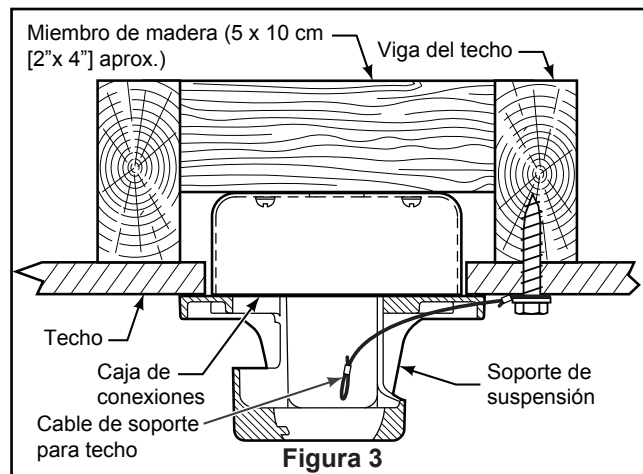

Figura 3
Uso del soporte (Figura 3)
3. Afloje los dos tornillos de fijación del soporte del barral de soporte para techo a través de la varilla. Introduzca los cables de color marrón, azul, rojo, gris, amarillo cables y cable de seguridad a través de la varilla. (Figura 3)
1. Perfore un orificio de 1/4" en la estructura del edificio para evitar grietas con la instalación del tornillo de intervalo. Utilice el tornillo de intervalo de 3/8"x 2" y la arandela plana para fijar el cable de seguridad a la viga del techo o a la estructura de madera. Dicho tornillo pasará a través de arandela plana, la presilla del cable de seguridad y se fijará en la estructura del edificio. (Figura 3)
NOTA: el cable de soporte para techo no se puede asegurar solamente a la caja de conexiones; se debe asegurar directamente a la viga de techo o miembro estructural con el tornillo de cabeza cuadrada de 3/8"x2" y la arandela plana. (Figura 3)
2. Deslice el receptor en el soporte de suspensión antes de realizar el cableado como se muestra en la figura 3.
3. Instale el ensamble de la placa de iluminación en el soporte utilizando las dos ranuras principales de conexión. Vuelva a colocar el tornillo retirado previamente y asegure los tres tornillos. (Figura 3)